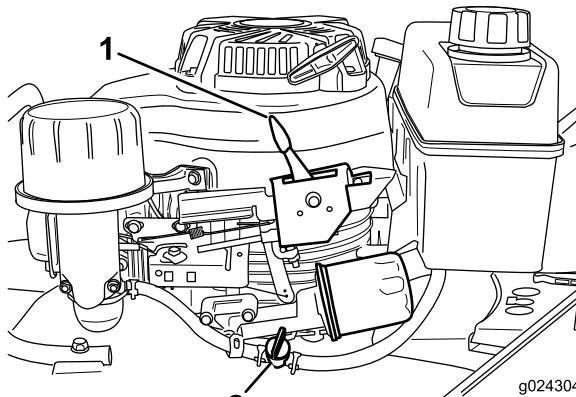

Figura 14
2. Abra a válvula do combustível (Figura 14).
3. Desloque a alavanca de controlo do regulador (Figura 14) para a posição Choke.
Liberte a barra de controlo da lâmina e desloque a alavanca de controlo do acelerador (Figura 14) para a posição Stop.
**Nota:** Feche a válvula de combustível (Figura 14) se não ligar o motor logo depois.